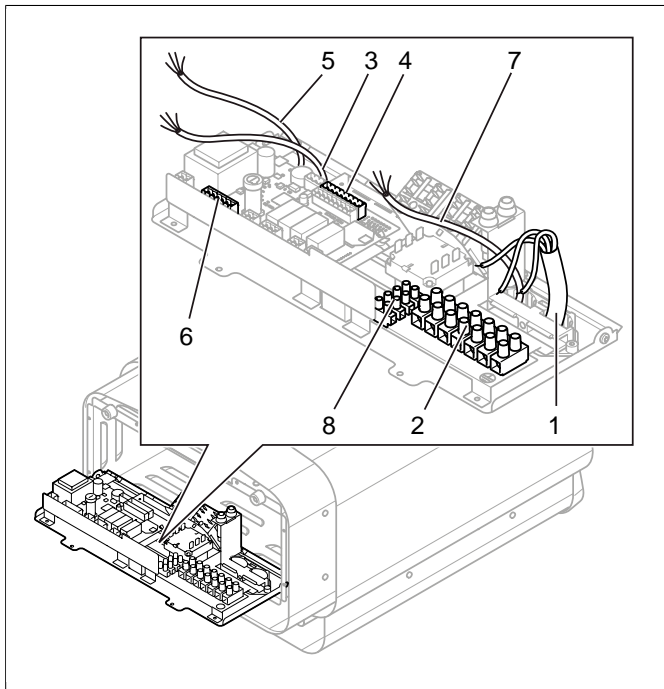

Abb. 9: Platine
Schließen Sie das Stromkabel (1) gemäß dem Schaltplan, siehe Abschnitt **Anschluss/Schaltplan**, Seite 8 an die Klemme (2) an, siehe **Abb. 9**, Seite 5.
4. Schließen Sie das Kabel der Steuerung (3) gemäß dem Schaltplan an Klemme(4) an, siehe **Abb. 9**, Seite 5, siehe Abschnitt **Anschluss/Schaltplan**, Seite 8.
5. Schließen Sie das Kabel des Sensors (5) gemäß dem Schaltplan, siehe Abschnitt **Anschluss/Schaltplan**, Seite 8 an Klemme (6) an, siehe Abschnitt **Anschluss/Schaltplan**, Seite 8.
6. Schließen Sie eventuell das Kabel für die Beleuchtung (7) siehe **Abb. 9**, Seite 5 gemäß dem Schaltplan **Abb. 19**, Seite 8 an die Klemme (8) an.